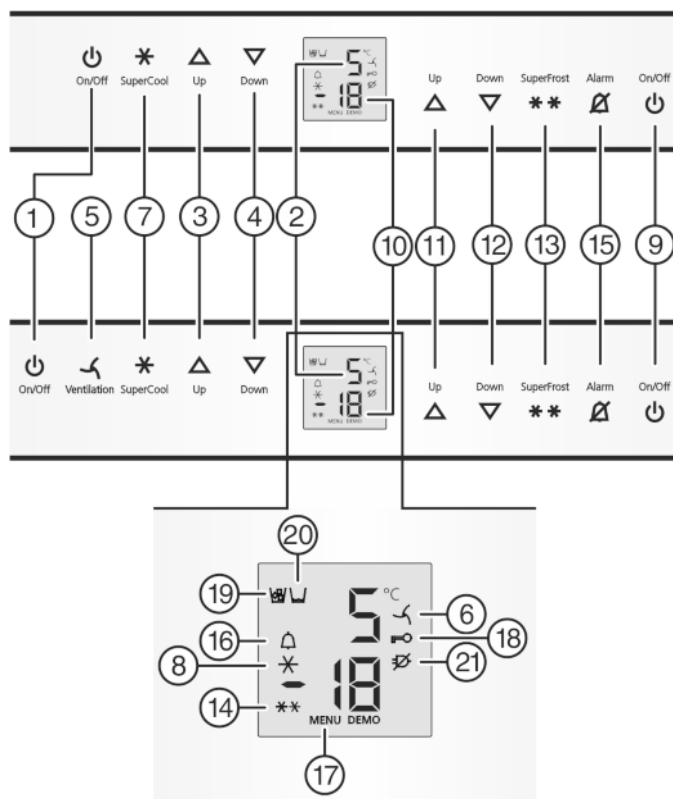

Fig. 2
- Нажмите кнопку On/Off морозильного отделения Fig. 2 (9).
- ▶ Нажмите кнопку On/Off холодильного отделения *Fig. 2 (1)*.
- ▷ Холодильное отделение включено: Индикатор температуры холодильного отделения *Fig. 2 (2)* светится. При открытии двери холодильного отделения включается внутреннее освещение.
- ▶ Активация режима настройки: удерживайте кнопку SuperFrost *Fig. 2 (13)* прибл. 5 секунд.
- ▷ Символ меню *Fig. 2 (17)* горит.
- ▶ Коротко нажмите кнопку SuperFrost *Fig. 2 (13)* для подтверждения.
- ▶ Для включения защиты от детей коротко нажмите клавишу SuperFrost *Fig. 2 (13)*.
- ▷ Символ "Защита от детей" *Fig. 2 (18)* горит. На индикации мигает **с**.
- ▶ Для выключения защиты от детей коротко нажмите клавишу SuperFrost *Fig. 2 (13)*.
- ▷ Символ защиты от детей *Fig. 2 (18)* гаснет. На индикации мигает **с**.
- ▶ Выход из режима настройки: нажмите кнопку On/Off морозильного отделения *Fig. 2 (9)*.
- ▶ Нажмите кнопку Alarm *Fig. 2 (15)*.
Одновременно мигает индикация температуры и символ тревоги *Fig. 2 (16)*.
Звуковой сигнал выключается автоматически, символ аварийного сигнала *Fig. 2 (16)* выключается и индикатор температуры перестает мигать, если температура снова становится достаточно низкой.